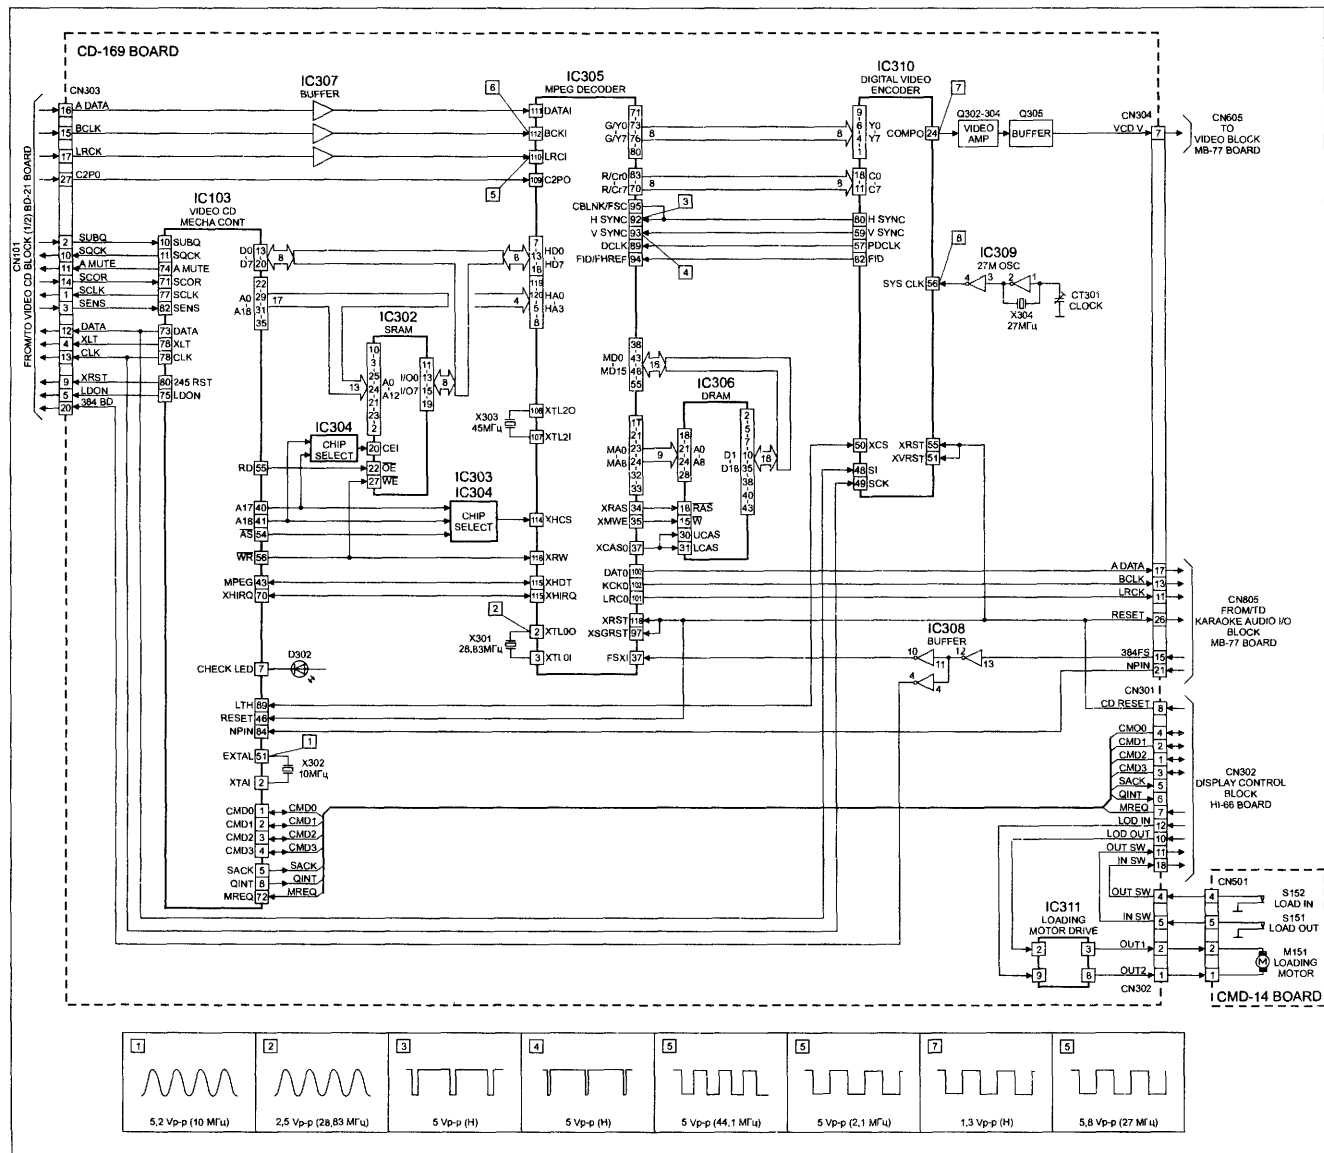

Рис. 4. Функциональная схема платы проигрывателя дисков CD-169
Функциональная схема платы CD-169, на которой размещена цифровая часть ПД, приведена на рис. 4, а принципиальная электрическая — на рис. 5а, б. На плате CD-169 установлены следующие основные микросхемы:
- Рассмотрим назначение основных функциональных выводов микропроцессора IC301 (по схеме рис. 4 сверху вниз, слева направо):
Цифровой видеосигнал в параллельном 8-разрядном коде с выводов 71-80 и 63-70 микросхемы IC305 (рис. 4) поступает на выв. 9-1 и 18-11 кодера видеосигнала IC310. ПЦТС снимается с выв. 24 кодера и через видеосуилители на транзисторах Q302-Q305 подается на видеоблок платы MB-77. Временные диаграммы, приведенные на схеме,